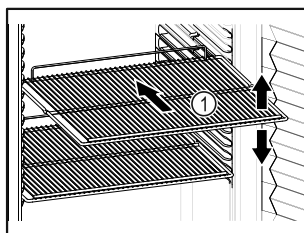

Fig. 56
- Lorsque les grilles de support Fig. 56 (1) peuvent être déplacées, changez leur position en fonction de la hauteur des aliments.